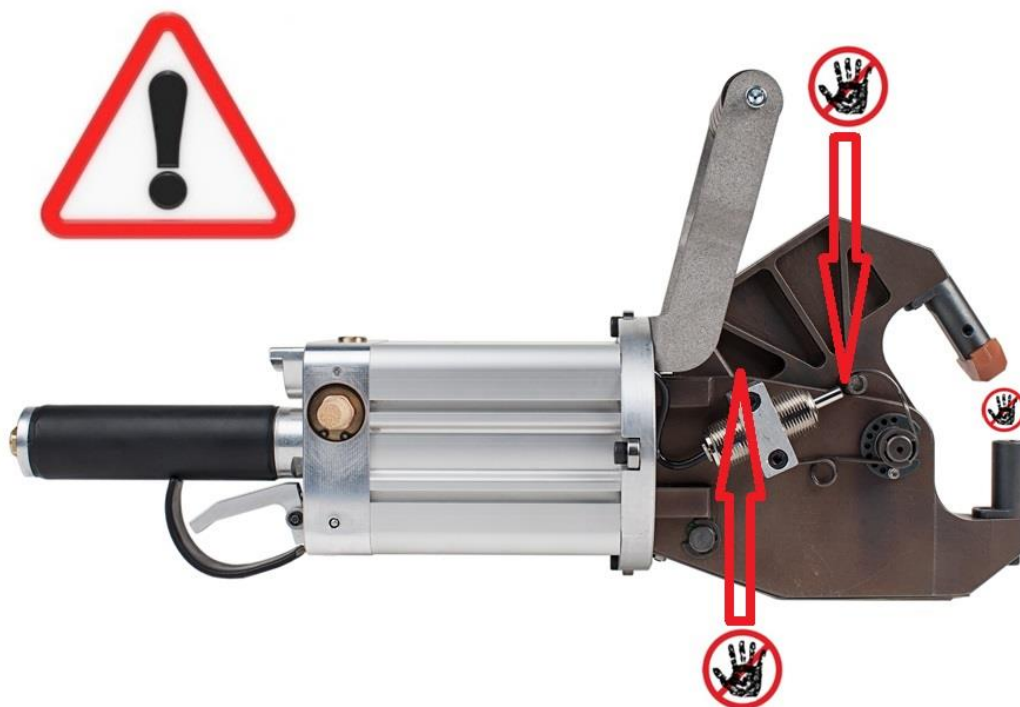

Рис. 5
- **ВНИМАТЕЛЬНО** ознакомьтесь с **Рис. 5** (смотри ниже), где указаны опасные зоны инструмента  ;